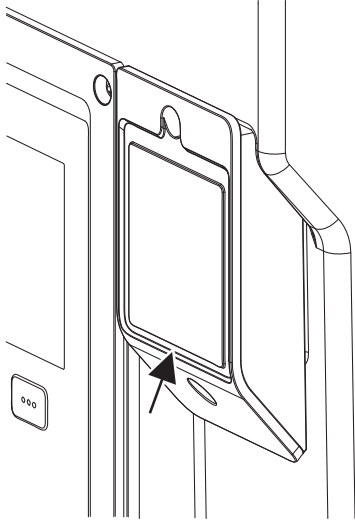

Fig. 27: Wilo-Smart Connect BT modül için kapak
1. Wilo-Smart Connect modül kapağı (Fig. 27) civatasını çözün ve kapağı açın.
Wilo-Smart Connect BT modülü, tasarımı itibariyle yalnızca bir yönde takılabilir. Modül, kendi kendine tekrar sabitlenmez. Elektronik modülün üst kısmındaki Wilo-Smart Connect modül kapağı (Fig. 27), modülü arayüzde sıkıca tutar.